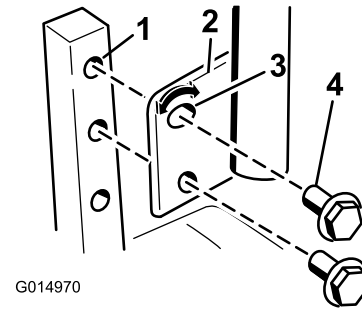

Figura 22
1. Retire los 2 pernos que fijan la palanca de control al brazo de la palanca ().Figura 22
2. Mueva la palanca al juego de taladros siguiente. Fije la palanca con los 2 pernos ().Figura 22
2. Afloje el perno inferior lo suficiente para poder desplazar hacia adelante o hacia atrás la palanca de control (Figura 22). Apriete ambos pernos para fijar el control en la posición nueva.